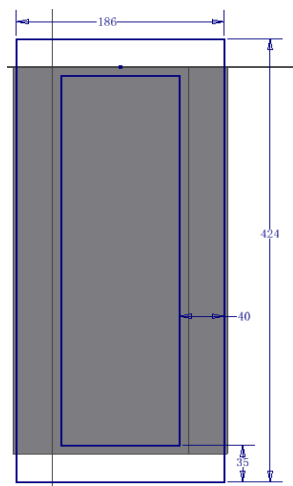

图 9-9 拉伸草图
①第一次拉伸选择在形成空腔的壳体的上表面新建草图，单击【草图】标签栏【绘图】面板的【矩形】工具按钮，绘制如图 9-9 所示的草图并选择【尺寸】进行尺寸标注。
在创建草图以后，壳体的内外表面都会在草图上自动投影出矩形轮廓，由于壳体外表面的矩形轮廓对后来的造型没有用处，可以任意选择将其删除或者保留，图 9-9 中对其进行了删除，以便于在后来的拉伸中选择截面轮廓。